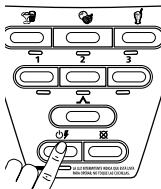

Fig. 21
1. Presione el botón de encendido/apagado (Fig. 21) para encender el artefacto. Todas las luces parpadearán por un momento y la luz de encendido continuará parpadeando, lo que significa que el artefacto está activado y listo para usar.
3. Presione el botón de encendido/apagado (Fig. 21) para apagar el artefacto.
3. Presione el botón de encendido/apagado (Fig. 21) para apagar la unidad.